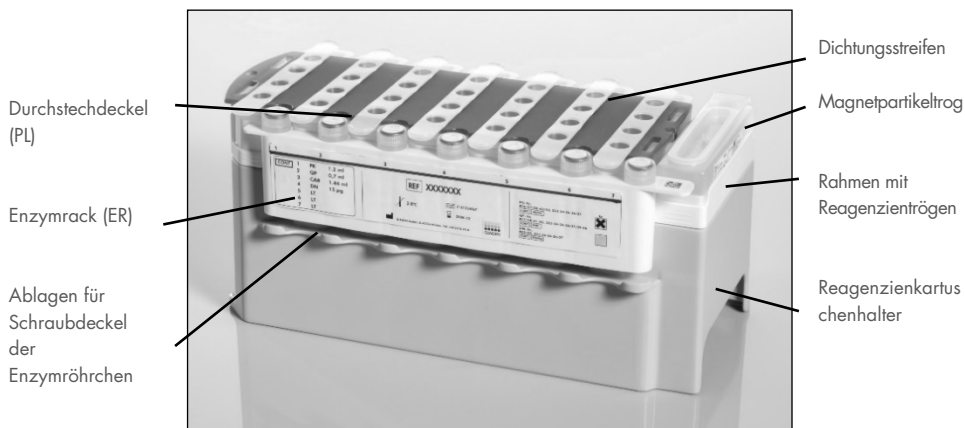

Abbildung 2. QIASymphony Reagenzienkartusche (RC). Die Reagenzienkartusche (RC) enthält alle Reagenzien, die für den Protokolllauf benötigt werden.
Die Reagenzien für die DNA-Aufreinigung befinden sich in einer innovativen Reagenzienkartusche (RC) (Abbildung 2, Seite 19). Jeder Trog der Reagenzienkartusche (RC) enthält ein bestimmtes Reagenz wie z. B. Magnetpartikel, Lysepuffer, Waschpuffer oder Elutionspuffer. Teilweise aufgebrauchte Reagenzienkartuschen (RC) können mit den Dichtungsstreifen (RSS) für eine spätere Wiederverwendung verschlossen werden, sodass unnötiger Abfall durch übrig gebliebene Reagenzien am Ende des Aufreinigungsverfahrens vermieden wird.
Stellen Sie vor Start des Verfahrens sicher, dass die Magnetpartikel vollständig resuspendiert sind. Entnehmen Sie den Trug mit den Magnetpartikeln aus dem Reagenzienkartuschenrahmen, vortexieren Sie ihn gründlich mindestens 3 Minuten lang und setzen Sie ihn unmittelbar vor der ersten Verwendung wieder in den Reagenzienkartuschenrahmen. Setzen Sie die Reagenzienkartusche (RC) in den Reagenzienkartuschenhalter. Setzen Sie das Enzymrack (ER) in den Reagenzienkartuschenhalter. Setzen Sie vor der ersten Verwendung einer Reagenzienkartusche Reagent Cartridge, RC) den Durchstechdeckel (PL) oben auf die Reagenzienkartusche (RC) (Abbildung 2, oben).
Nachdem die Abdeckung des Magnetpartikeltrags entfernt und die Röhrchen im Enzymrack geöffnet wurden (Schraubdeckel können in dafür vorgesehene Aufnahmen eingesetzt werden, siehe Abbildung 2, oben), wird die Reagenzienkartusche (RC) in die Schublade „Reagents and Consumables“ (Reagenzien und Verbrauchsmaterialien) geladen.